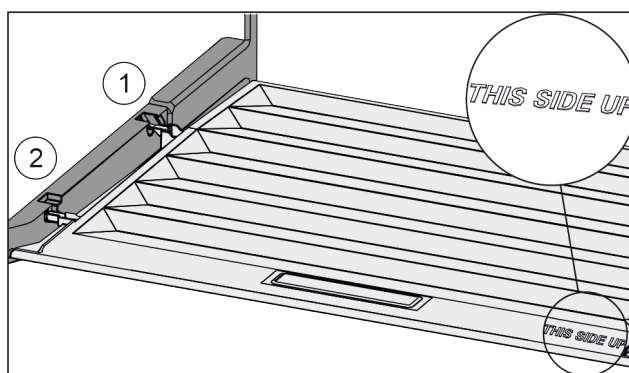

Fig. 162
- ▶ Anbring dækslets tappe over åbningen i den bagste holder Fig. 162 (1), og lad dem gå i indgreb i forreste holder Fig. 162 (2).